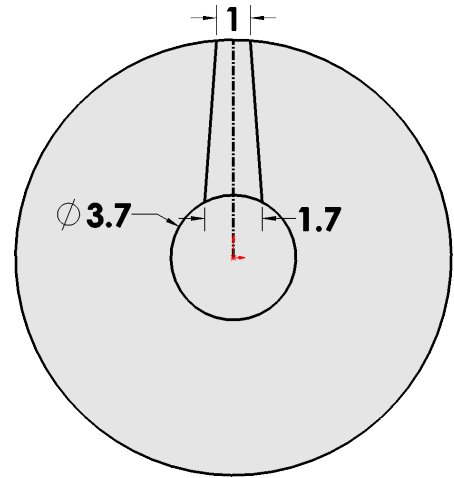

Fig. 11
Step 14. Add dimensions, **Fig. 11.**